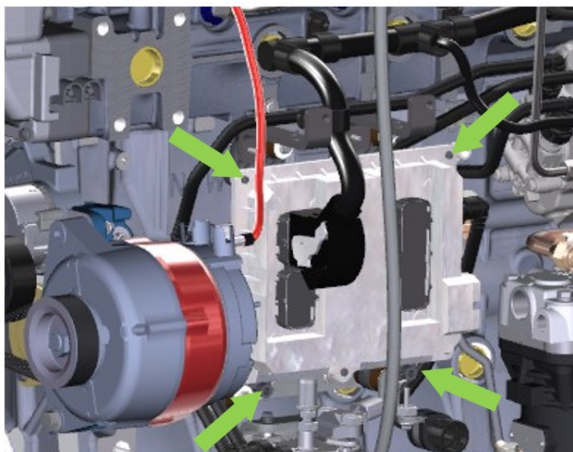

Рисунок 5.24. Места крепления блока управления двигателем ЯМЗ-536
- ▶ Проверить места крепления блока управления к двигателю рис. 5.24.